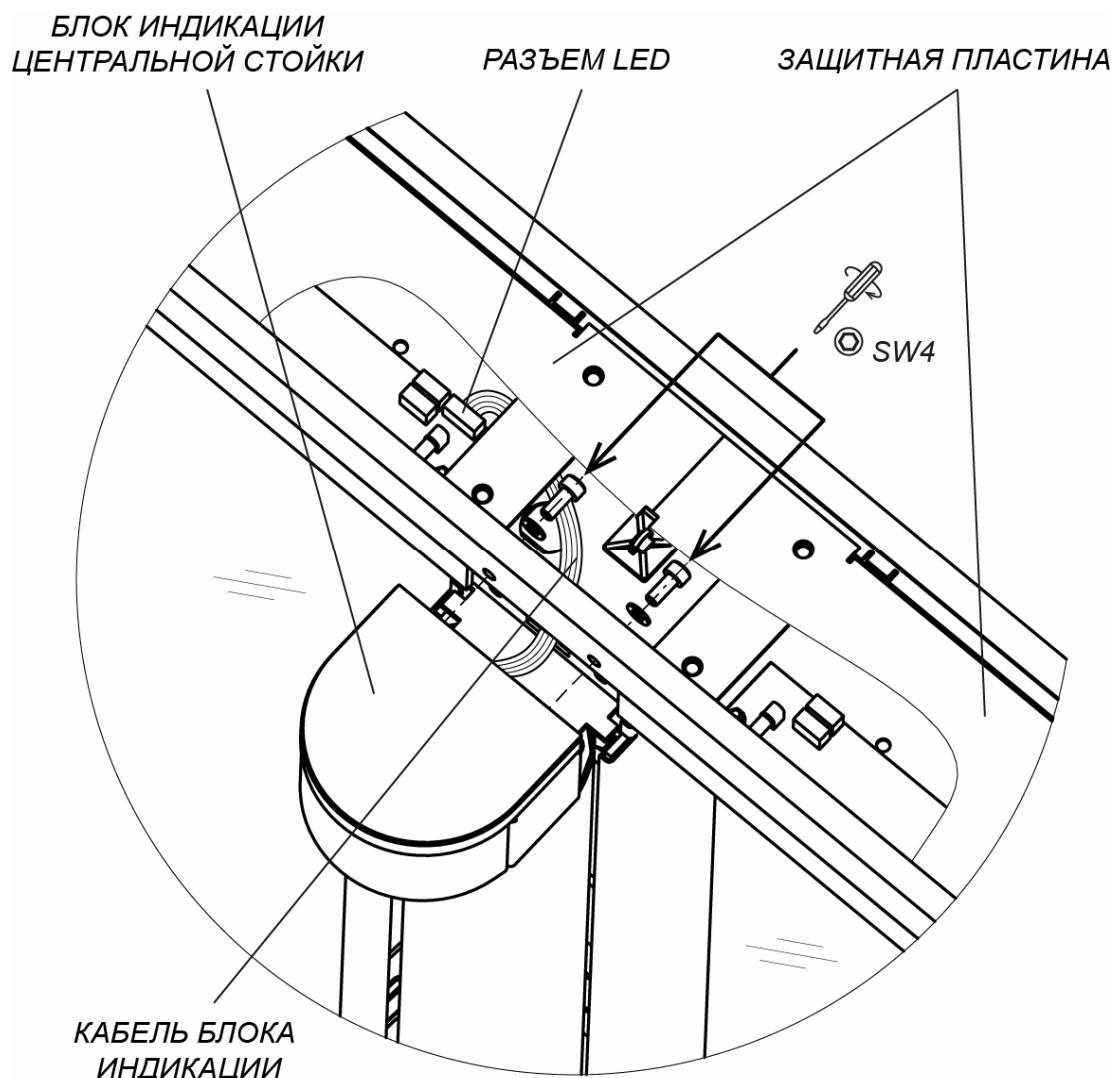

Рисунок 23. Монтаж блока индикации центральной стойки
Для установки блока индикации центральной стойки (3) (см. рис. 23):
3. Установите блок индикации на площадку, расположенную над поворотной опорой створки, и при помощи шестигранного ключа SW4 зафиксируйте его на верхнем коробе стойки (12), используя два винта M5×12 с шайбами из комплекта поставки.
Снятие блока индикации центральной стойки производится в обратном порядке. Перед этим необходимо демонтировать с секции турникета крышку стеклянную (10) и две защитные пластины (см. разд. 8.8.7, рис. 23, 24).
Перед монтажом крышки стеклянной (10) необходимо в верхнем коробе установить на свои места две защитные пластины (см. рис. 23).